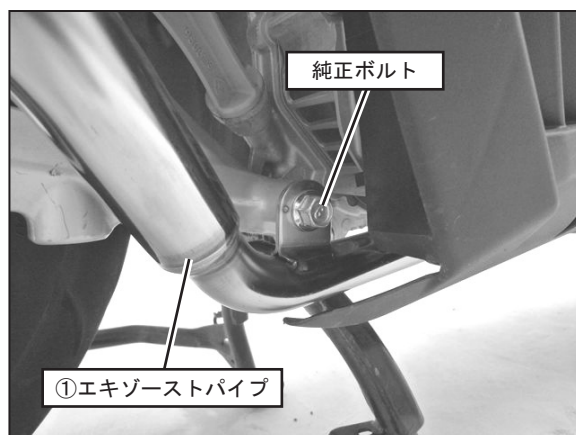

FIG. 13
11. ①エキゾーストパイプのステーを、手順10で外したボルト穴位置に合せ、手順10で外したボルトを使用して仮締めして下さい。(FIG. 13参照)